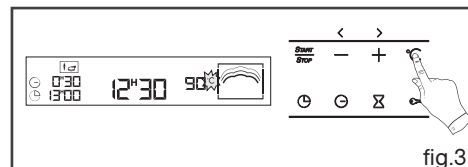

fig.3
**• Griglia (fig.3)**
- Premere il tasto °C, il simbolo "°C" lampeggia (fig.3).